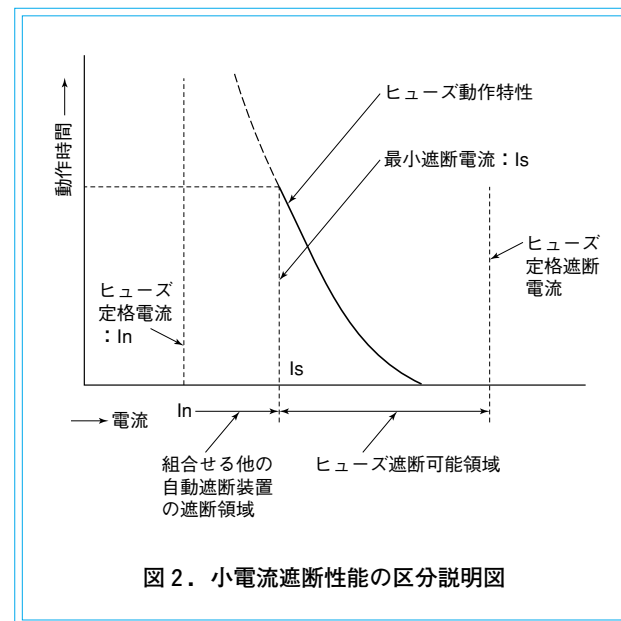

図2. 小電流遮断性能の区分説明図
(3) 最小しゃ断電流の選定方法：図2参照
①広域ヒューズは、バックアップヒューズより小電流長時間域まで遮断可能であるため、保護範囲が広くバックアップヒューズでは他の遮断器との動作協調がとりにくいところでも、この広域ヒューズを使用すれば保護レベルが向上します。
②汎用のCL形(形番一)、CL形(形番LB) 3.6kV 7.2kV G5-100A ヒューズが超広域の特性を有しており、又、CL形(形番一) 3.6kV 7.2kV G150-400Aは広域の特性を有しております。この2種類を用途に合せ
使い分け頂きますと、図2に示すヒューズ遮断可能領域が広くとれます。
ヒューズの最小遮断電流が定格電流の5倍以下程度であっても、高压側の短絡事故であればほとんどの場合、短絡電流はヒューズの最小遮断電流以上となるため、高压ヒューズ単独で遮断できます。また高压ヒューズの小電流域については図2に示す通り、高压側の引はずし装置付き高压電磁接触器あるいは遮断器等と協調を取ることで、また低圧側の故障に対しては低圧ヒューズとか、ノーヒューズ遮断器で遮断して協調をとることによってカバーすることができます。